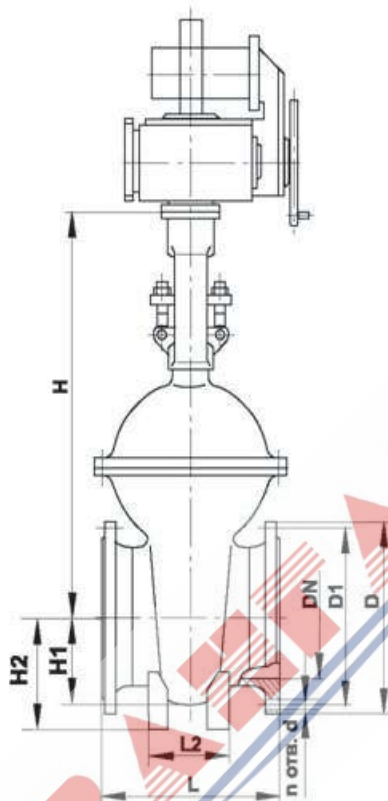

Рисунок 4. Задвижка с невымещающим шпинделем
3.4.2 Полную разборку задвижки (см. рисунок 4) производить в следующем порядке: